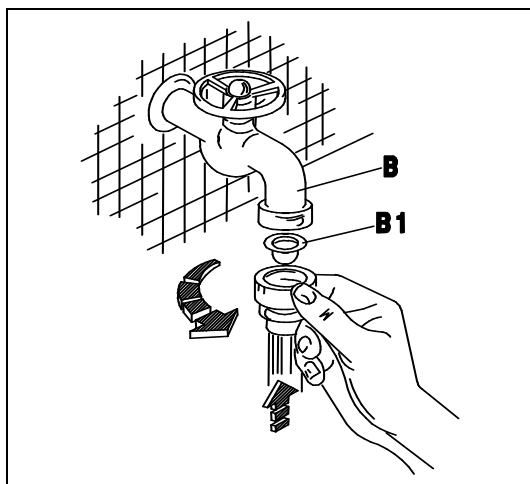
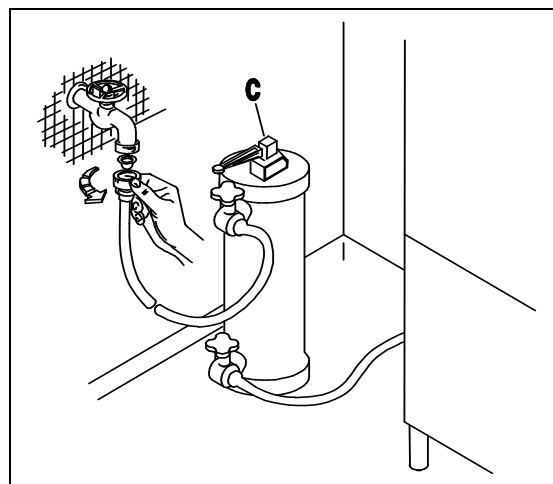
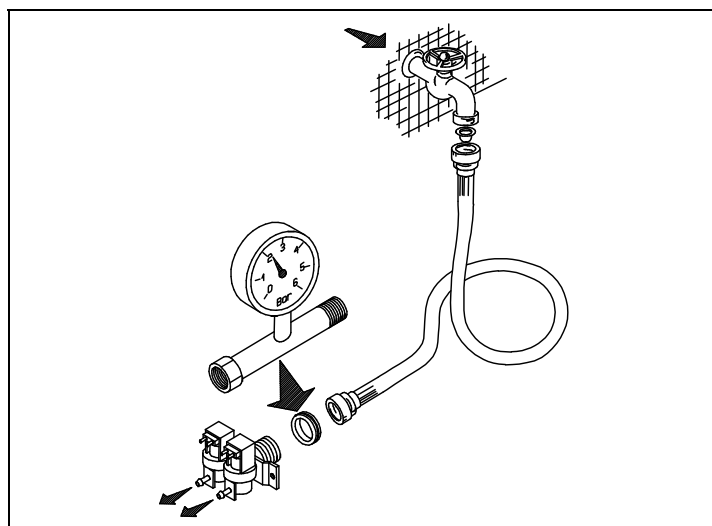
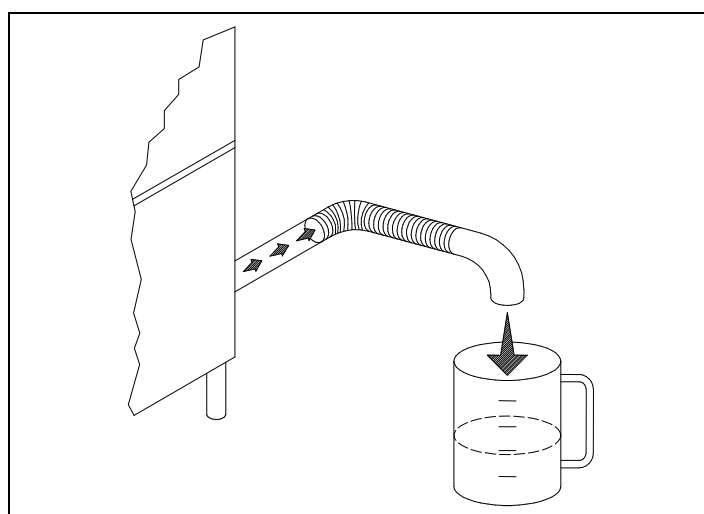

Fig. 2-2
Fig. 2-3
Fig. 2-4
Fig. 2-5
- L'apparecchio è previsto per l'allacciamento all'acqua fredda o calda (max 50 ÷ 55°C), con una pressione a valvola aperta come indicato nella Tab. 2-1. In caso di pressione superiore alla massima consigliata, bisogna installare un riduttore di pressione. In caso di pressione inferiore alla minima consigliata, bisogna installare una pompa di aumento pressione di max 0,5 HP, con una portata di 20 L/min ed una prevalenza di 15÷20 mt.. Il controllo della pressione deve essere effettuato all'ingresso dell'elettrovalvola (ved. fig.2-4). La condotta dell'acqua deve avere un diametro interno di almeno 16/18 mm (ved.fig.2-5). Collegare il tubo di carico acqua dell'apparecchio ad un rubinetto d'intercettazione (B), posto preferibilmente nelle immediate vicinanze dell'apparecchio, interponendo l'apposito filtro in dotazione (B1) (ved. fig.2-2). Si consiglia l'installazione di un decalcificatore (C) (non in dotazione), montato a monte dell' elettrovalvola della macchina (ved.fig.2-3).
- The appliance is designed for connection to the cold or hot water supply (max. 50 55°C) at a mains pressure with the valve open as shown in Table 2-1 and a minimum output of 10 litres/min. If pressure exceeds the maximum, fit a pressure reducer. If pressure is lower than the minimum, fit a pressure booster pump of max. 0,5 HP, with an output of 20 litres/min. and a head of 15÷20 metres. Pressure must be measured at the solenoid valve inlet (see fig. 2-4). The water pipes must have an internal diameter of at least 16/18 mm (see fig. 2-5). Connect the appliance water supply pipe to a cut-out tap (B), preferably placed close to the appliance, fitting the special filter provided (B1) (see fig. 2-2). We recommend fitting a water softener (C) (not provided) upstream from the machine solenoid valve (see fig. 2-3).
- Das Gerät ist für den Anschluss an Warm-und Kaltwasser (max. 50-55°C) vorgesehen, wobei der Druck bei offenem Ventil dem in Tab2-1. Bei höherem Druck als dem empfohlenen einen Druckminderer installieren. Bei niedrigeren Druck als empfohlen eine Druckerhöhungspumpe mit max. 0,5 PS , einer Förderleistung von 20l/min und einer Förderhöhe von 15-20 mt. installieren. Die Druckkontrolle muss am Eingang des Elektroventils erfolgen (siehe Bild 2-4). Die Wasserleitung muss einen Innendurchmesser von mindestens 16/18 mm aufweisen (siehe Bild 2-5). Den Zulaufschlauch des Gerätes an einen möglichst nahegelegenen Wasserhahn (B) anschliessen und den vorgesehenen Filter (B1) anbringen (siehe Bild 2-2). Der Einbau eines Etkalkers (C) wird empfohlen; dieser gehört nicht zur Ausstattung und muss vor dem Elektroventil der Maschine eingebaut werden. (siehe Bild 2-3).
- L'appareil peut être raccordé à l'eau froide ou chaude (50:55°C max) à une pression, soupape ouverte, comme indiqué dans le tableau 2-1. Si la pression dépasse la pression maximum conseillée, il faut installer un réducteur de pression. Si la pression est inférieure à la pression minimum conseillée, il faut installer une pompe pour faire augmenter la pression de 0,5 Hp max., à un débit de 20 litres /min et à une hauteur d'élévation de 15-20 mt. Le contrôle de la pression sera effectué à l'entrée de l'électrovanne (voir fig. 2-4). Les conduites d'eau auront un diamètre interne d'au moins 16/18 mm (voir fig. 2-5). Raccorder la conduite d'arrivée de l'eau de l'appareil à un robinet secondaire (B), installé si possible tout près de l'appareil, après avoir intercalé le filtre spécial fourni (B1) (voir fig. 2-2). Nous conseillons d'installer un adoucisseur (C) (non fourni) qui sera monté en amont de l'électrovanne de la machine (voir fig. 2-3).
- Este aparato se puede alimentar con agua caliente o fría (máx. 50 ÷ 55°C); la presión del agua con válvula abierta está indicada en la Tabla 2-1. En caso de que la presión fuera superior a la máxima que se aconseja, instale un reductor de presión; si fuera demasiado baja, instale una bomba de aumento de presión de 0,5 Hp (máximo), con un caudal de 20 litros por minuto y una altura de elevación de 15 a 20 mt. El control de la presión se debe efectuar en la entrada de la electroválvula (véase fig. 2-4). La tubería del agua debe tener un diámetro interior de 16-18 m. por lo menos (véase fig. 2-5). Conecte el tubo de alimentación del agua del aparato a un grifo de paso (B), que irá montado preferentemente muy cerca del aparato, tras interponer el filtro (B1) del equipamiento base (véase fig. 2-2). Es aconsejable instalar un descalcificador (C) (que no forma parte del equipamiento base). El descalcificador irá montado antes de la electroválvula de la máquina (véase fig. 2-3).
- O aparelho é predisposto para ser alimentado com água fria ou quente (máx 50-55°C), com uma pressão, com a válvula aberta, como indicado na Tab 2-1 e com um fluxo de 10 lt/min. No caso de uma pressão superior à máxima indicada, é necessário instalar um redutor de pressão. No caso de a pressão ser inferior à indicada, é necessário instalar uma bomba de máx 0,5 Hp, com um fluxo de 20 lt/min. O controle da pressão deve ser efetuado na entrada da electroválvula (ver figura 2-4). O tubo de água ou mangueira deve ter um diâmetro interno de pelo menos 16/18 mm (ver fig. 2-5). Conectar o tubo de alimentação de água do aparelho à uma torneira de fechamento manual (B), colocada de preferencia proxima ao aparelho, conectando o filtro em dotação (B1) (ver fig. 2-2). Aconselha-se a instalação de depurador (filtro) de águas duras (calcário) (C), o qual não é previsto no fornecimento da máquina, montado antes da entrada da electroválvula (ver fig. 2-3).
- Het apparaat is geschikt voor aansluiting op warm of koud water (max. 50 - 55°C), met een druk bij geopend ventiel zoals aangegeven in Tab. 2-1. Bij een hogere druk dan de geadviseerde maximum druk moet er een drukregelaar geïnstalleerd worden. Bij een lagere druk dan de geadviseerde minimum druk moet een drukverhogingspomp van max. 0,5 HP geïnstalleerd worden met een opbrengst van 20 l/min en een opvoerhoogte van 15-20 mt. De controle van de druk moet op de ingang van het elektroventiel gecontroleerd worden (zie afb. 2-4). De waterslang moet een inwendige diameter van ten minste 16/18 mm hebben (zie afb. 2-5). Sluit de watertoevoerslang van het apparaat aan op een afsluitkraan (B) die bij voorkeur dicht bij het apparaat geplaatst moet zijn en zet het speciale meegeleverde filter (B1) ertussen (zie afb. 2-2). Er wordt geadviseerd om een waterontharder (C) (niet meegeleverd) te installeren, die vóór het elektroventiel van de machine geplaatst moet worden (zie afb. 2-3).